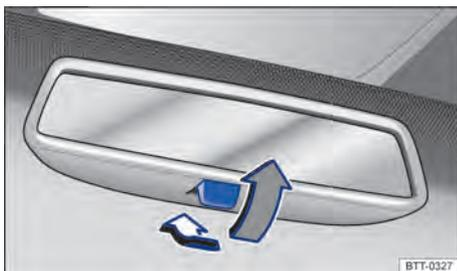

Fig. 90 No para-brisa: espelho retrovisor interno com antiofuscante manual.
- Para evitar o ofuscamento, puxar a alavanca para trás ⇒ Fig. 90.